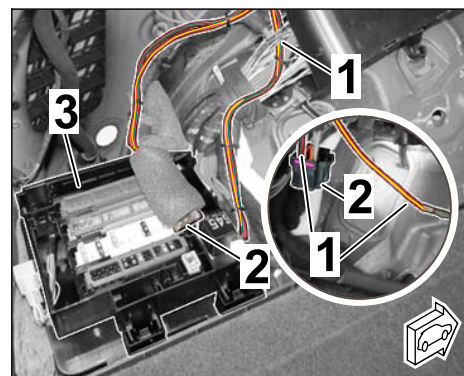

Рис. 11
2.3.5 Проложить красный/зеленый и красный/желтый провода до разъема В (автокомплект). (⇒ *Рис. 11*).
Разблокировать разъем В, подсоединить красный/зеленый и красный/желтый провода согласно пункту 2.3.2 (⇒ *Рис. 11 -лупа*).